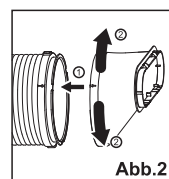

Abb. 2
3. Verwenden Sie den gleichen Weg, um den Schlauchauslass und den Schlauch anzuschließen; (Abb. 2)